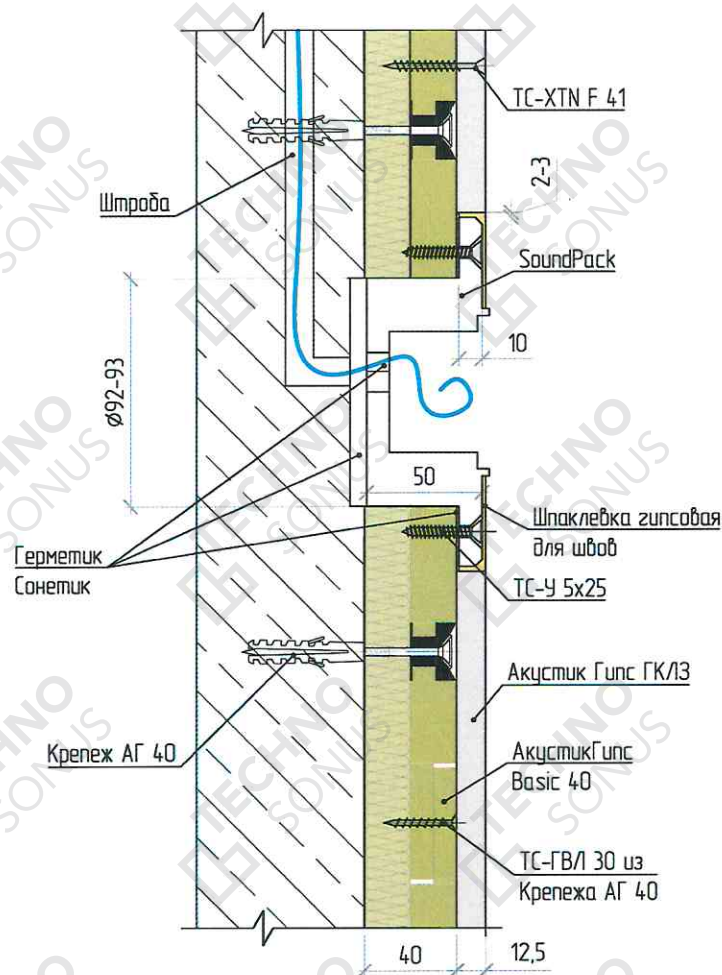

Рисунок 12 – Устройство звукоизоляции розеток в каркасной облицовке «Слим А».
6.7. Звукоизоляционные подрозетники SoundPack устанавливаются в конструкцию бескаркасной звукоизоляции стены «Слим А» с соблюдением следующей последовательности (см. рисунок 12):